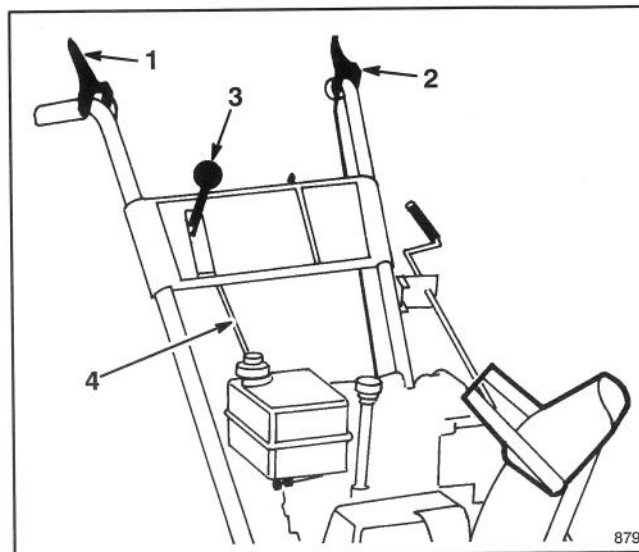

Figure 6
4. Faites monter ou descendre les écrous à colerette sur la tige de commande de traction jusqu'à ce que la distance du haut de la poignée au bas de la tige (Fig. 6 et 7), soit d'environ 11.1 cm ($4\frac{3}{8}$ pouces). **Ceci est un réglage préliminaire.** Serrez les deux écrous à colerette à la main.
5. Placez le sélecteur de vitesses (Fig. 6), en troisième.
3. Vérifiez la distance entre le haut de la poignée et le bas du levier de commande de tarière (Fig. 6 et 9). Elle doit être d'environ 10 cm (4 pouces). **Ceci est un réglage préliminaire.**